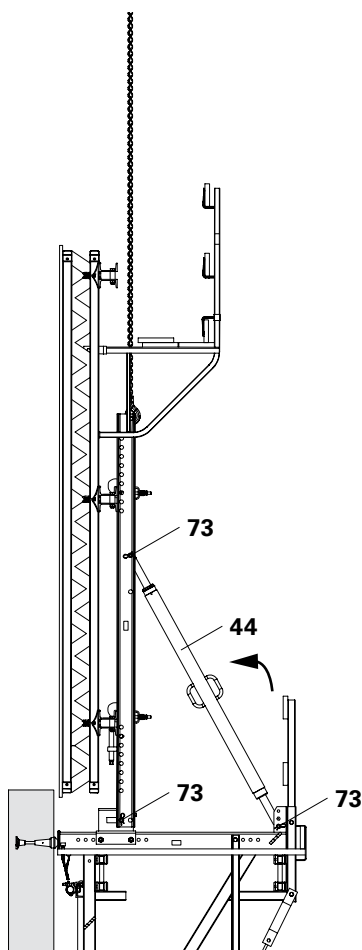

Fig. B2.05c
(Fig. B2.05c)
5. Fissare il puntone di stabilizzazione CB 164-224 (44) con perno $\varnothing 25 \times 180$ (73) e inserto a molla 4/1 alla mensola. Impostare approssimativamente la lunghezza e fissare al corrente verticale. (Fig. B2.05c)